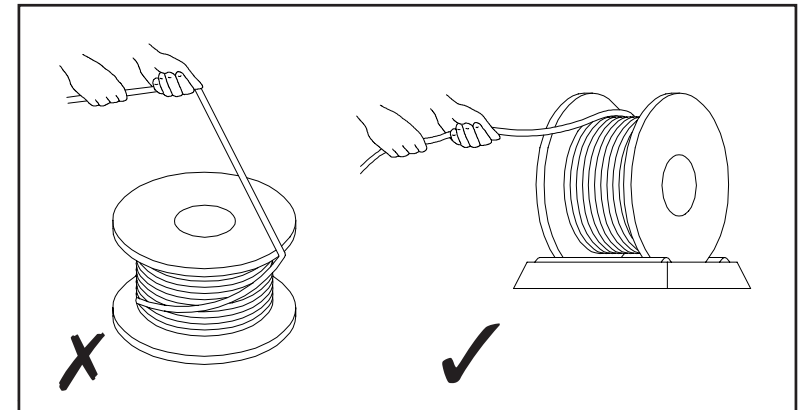

Figure 1
1. Pour enlever le câble détecteur d'une bobine, il faut toujours placer la bobine sur un dérouleur. Sans cela, il peut y avoir formation de coudes ou de nœuds qui risquent d'endommager l'intérieur du câble (voir figure 1). Assurez-vous que le câble détecteur n'est pas soumis à des tensions ou à des à-coups pendant qu'il est déroulé de la bobine.
2. Marchez en direction de la fin de la zone en déroulant le câble détecteur de la bobine et en laissant reposer sur le sol. Référez-vous à la Figure 1, page 7.